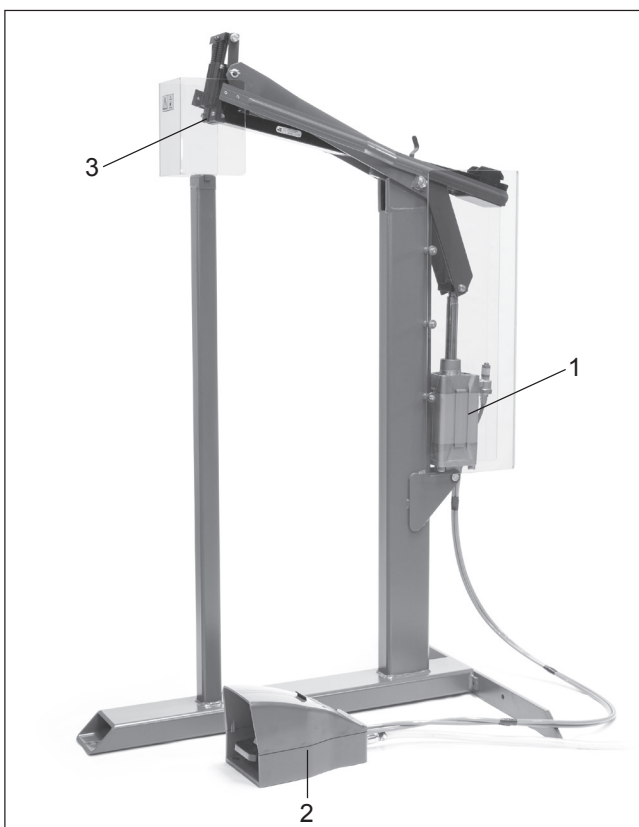

Fig. 2
1. Den pneumatiska cylindern (Fig. 2/1) aktiveras genom fotventilen (Fig. 2/2).
2. När du trycker ner fotventilen, så aktiveras cylindern som pressar häfthuvudet (Fig. 2/3) mot kartongen.